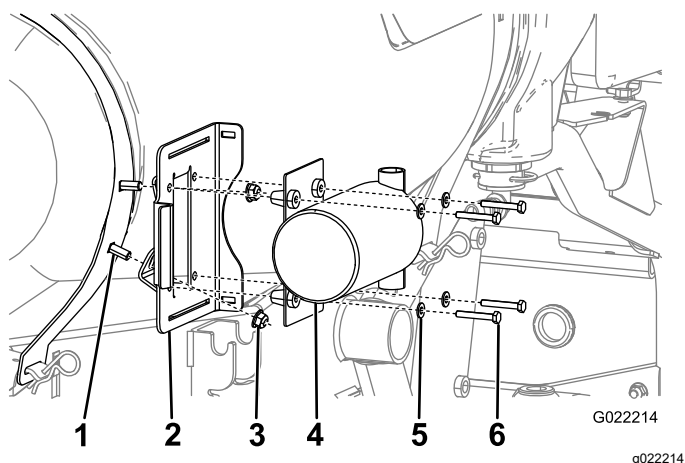

Figure 8
4. Au moyen de 2 écrous à embase, fixez le support de la pompe de rinçage aux boulons de carrosserie montés précédemment (Figure 8).
6. Fixez la pompe au cadre au moyen de 4 boulons et 4 rondelles (Figure 8).